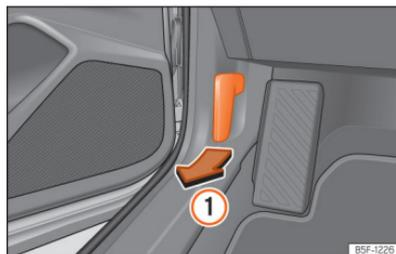
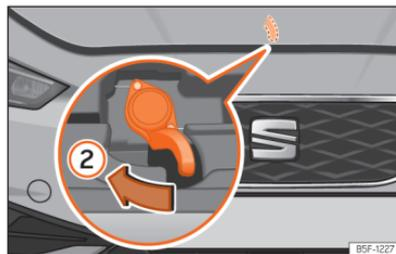

Fig. 223 Alavanca de desbloqueio no espaço para a zona dos pés do condutor.
Fig. 224 Alavanca sob o capô.
• Abra a porta e puxe pelo manípulo que existe debaixo do painel de instrumentos »» Fig. 223
①.
• Para levantar o capô, pressione para a esquerda com a palma da mão para baixo a alavanca situada sob o capô, no centro »» Fig. 224 ②. Os ganchos de fixação ficam desbloqueados.